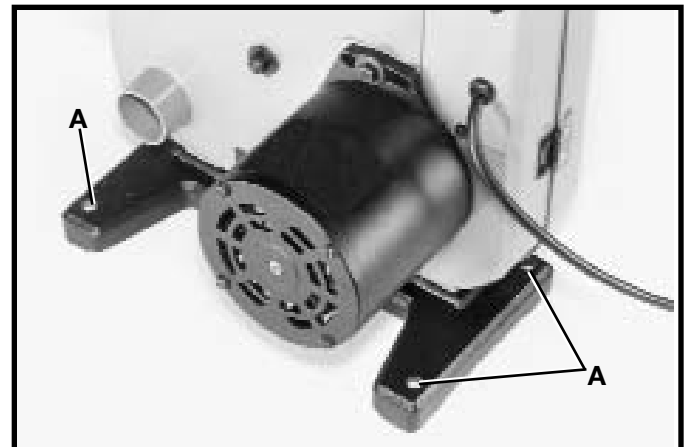

Fig. 14
**⚠ AVERTISSEMENT** L'appareil doit être fixé à la surface de soutien. Les quatre trous sont fournis dans la base de la scie à lame ruban à cette fin dont trois sont illustrés en (A) fig. 14.